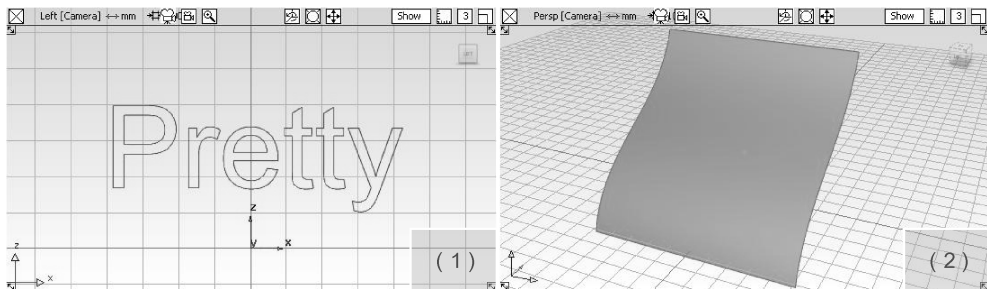

图 5-5 创建曲线与曲面
- 01 在【Left】正交视窗中使用【Text】（文本曲线）工具，输入几个字符，如图 5-5 中左图所示。
- 02 在透视图创建一个曲面，如图 5-5 中右图所示。